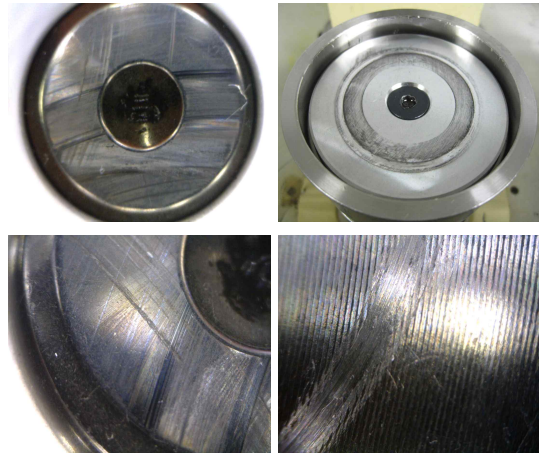

Fig. 7. The photo of scuffed surface
- (1) 스커핑 발생 판단 기준은 마찰계수가 0.2로 급격하게 변화하는 지점으로 정하였고 Fig.7에서 스커핑 발생을 육안으로 확인할 수 있었다.
- (2) 무윤활 상태에서 스커핑 발생 시간을 10분을 기준으로 스커핑 발생 유/무를 판단하였다.
- (3) 스커핑 발생 전/후의 Ra값은 Shoe가 0.046에서 1.737로 Disk가 0.767에서 1.887으로 측정되었고 Disk에서 최대마모는 20 μ m가 일어났다.